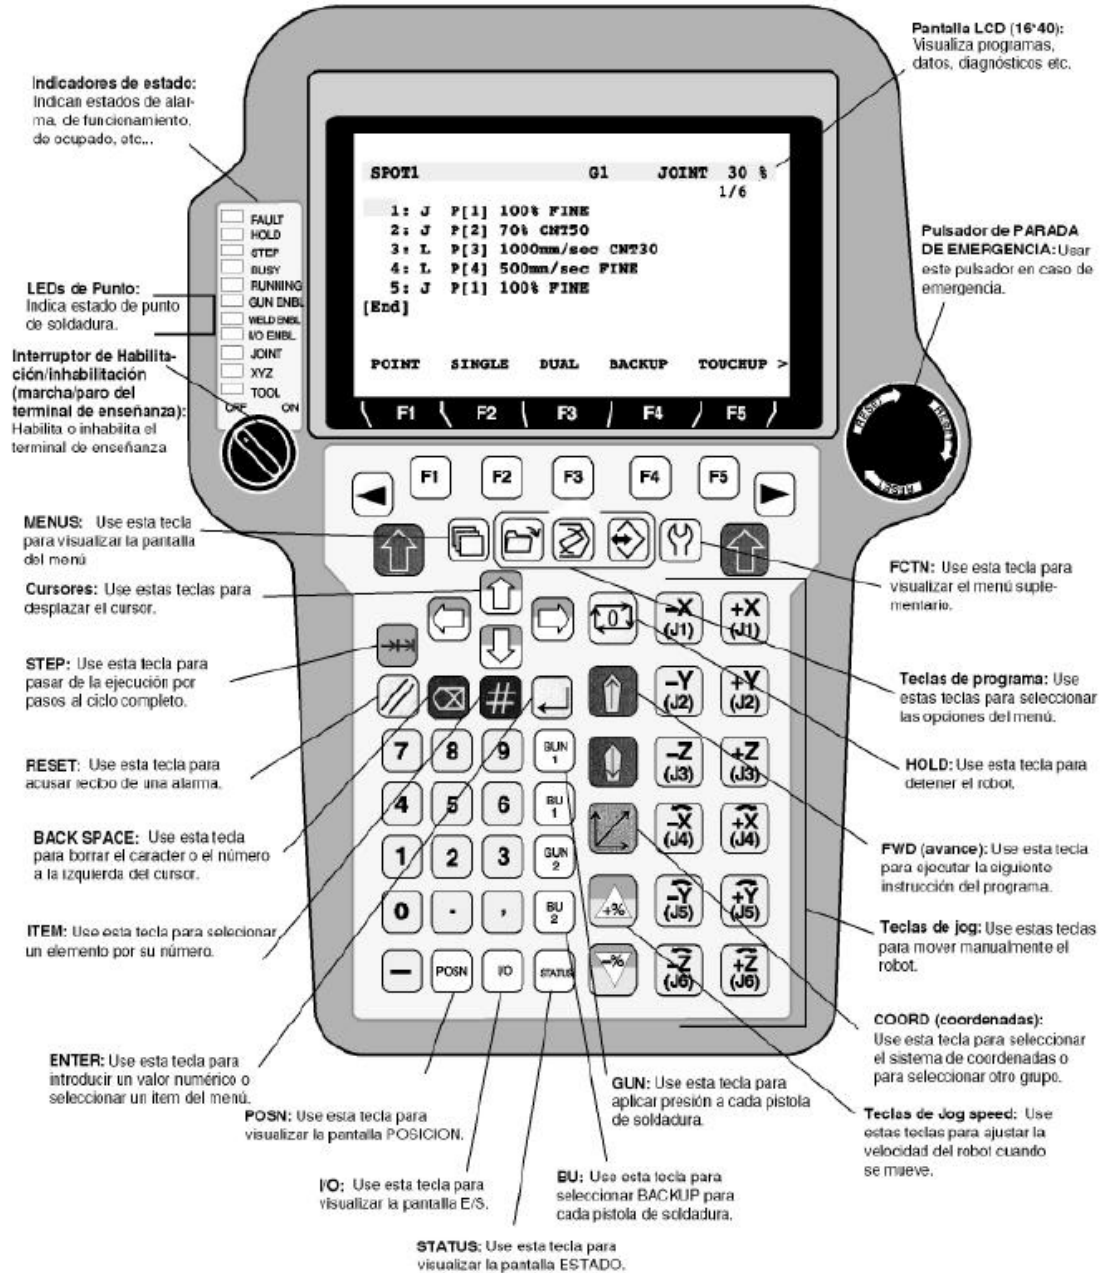

Figura 3. Teach Pendant
En esta práctica y en la siguiente programaremos el LR Mate 100IB con la pistola de programación (TP) presentada en la figura 3.